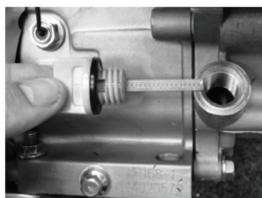

Рис. 16
2. Выкрутите пробку маслозаливной горловины (Рис. 16)
5. Закрутите на место сливной болт с прокладкой (Рис. 16)